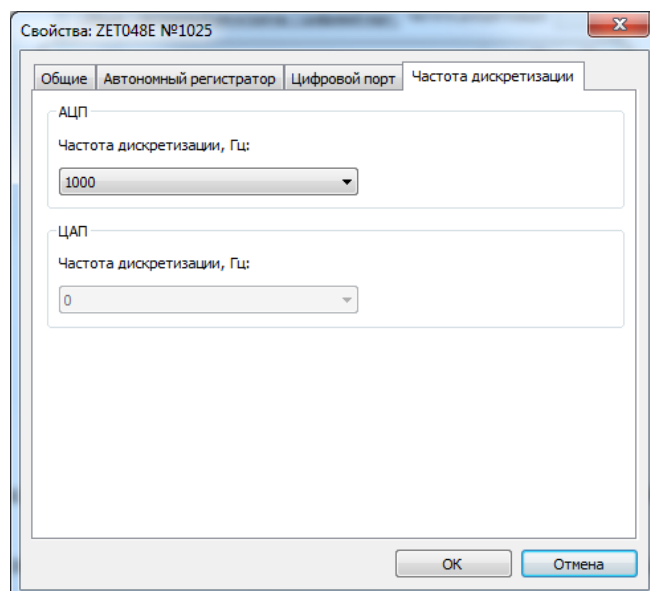

Рисунок 12
- в открывшемся окне «Свойства ZET 048E» (Рисунок 12) во вкладке «Частота дискретизации», в поле «Частота дискретизации» выбрать частоту дискретизации равную 1000 Гц, после чего выбрать «ОК» для сохранения выбранного параметра, как показано в примере.